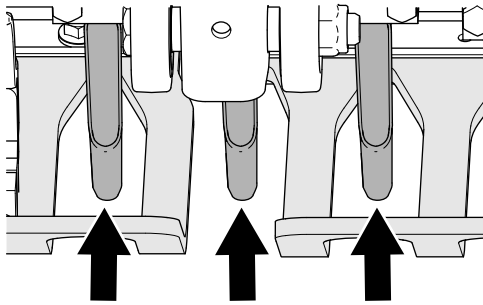

図 44
4. タインがターフガードのスロットの中心にあることを確認する 図 44。